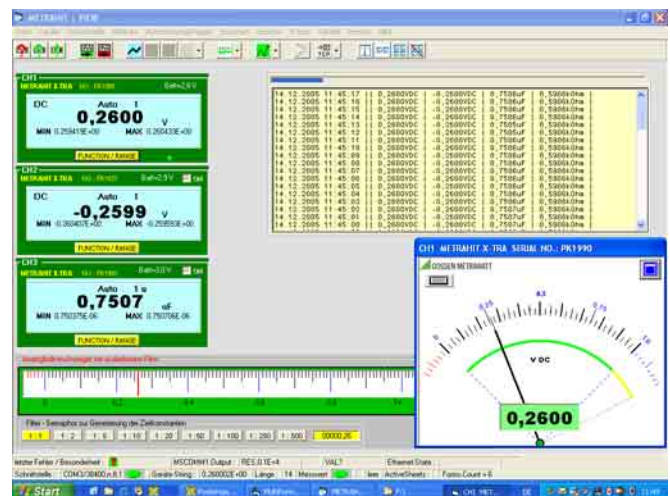

Bild 1: 3-Kanalardarstellung mit Tabelle und Messwerkansicht
- Anzeige von Messwert, Messgröße und Bereich als numerischer Dezimalwert (Simulation einer Geräteansicht, siehe Bild 1 linke Bildhälfte)
- skalierbare Messwerk-Darstellung als 1, 2 oder 4-Messwerke (siehe Bild 1 rechts unten). Jedes Messwerk ist auch als Vollbild darstellbar
- Parallele Darstellung und Aufzeichnung von 4 Messkanälen als speicherbare Datentabelle, siehe Bild 1 rechts oben (Datum, Messzeitpunkt, Messwert, -größe, -bereich)